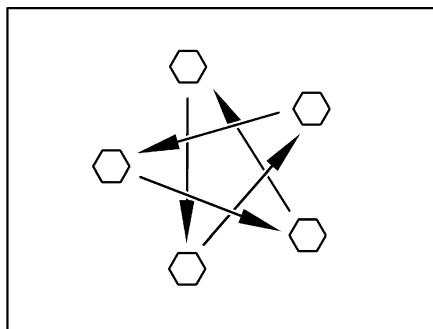

Bild 160 Dra åt hjulmuttrarna eller hjulbultarna korsvis
- Kontrollera regelbundet att hjulmuttrarna eller hjulskruvarna är ordentligt åtdragna. Om du har bytt däck ska hjulmuttrarna eller hjulbultarna dras åt korsvis efter 5 mils körning (Bild 160). Åtdragningsmoment se avsnitt 15.5.2.
- ▷ Dra åt hjulmuttrarna eller hjulbultarna korsvis (Bild 160).